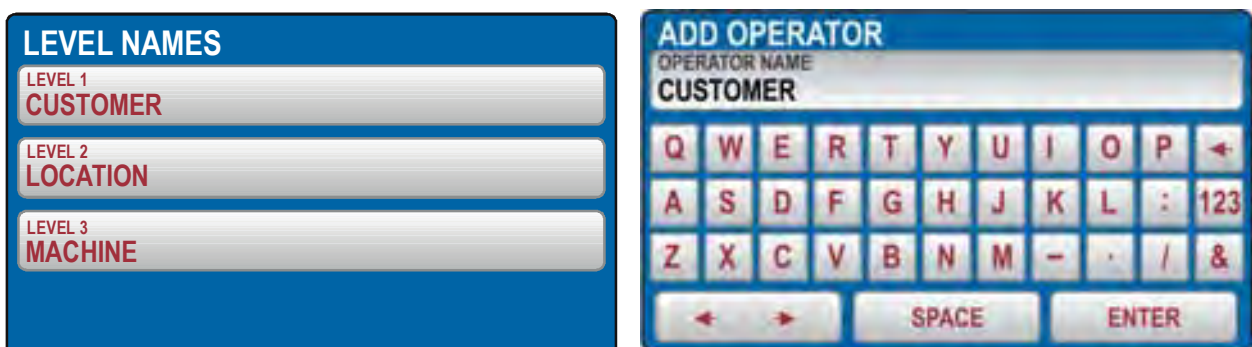

Fig. 12: Menu NOMI LIVELLI
- **LEVEL NAMES** → Sono disponibili 3 livelli quando si salvano i risultati dei test: **LEVEL1**, **LEVEL2** e **LEVEL3** i cui nomi sono liberamente modificabili (**max 12 caratteri**) usando la tastiera virtuale interna (vedere Fig. 12) e sono utilizzabili per il salvataggio dei dati delle misure eseguite con strumento alla pressione del tasto **SAVE** (vedere § 7.1)